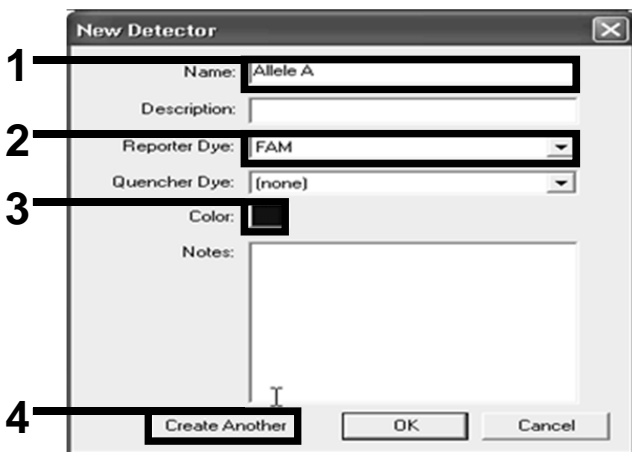

Figura 15. Creazione di rilevatori.
16. Nel campo "Name" (Nome) della finestra di dialogo "New Detector" (Nuovo rilevatore) digitare *Allele A* (Figure 15). Lasciare il campo "Reporter Dye" (Fluorocromo reporter) impostato su "FAM". Fare clic sul pulsante "Color" (Colore), selezionare un colore e fare clic su "OK" (Figura 15). Fare clic su "Create Another" (Crea un altro) (Figura 15).